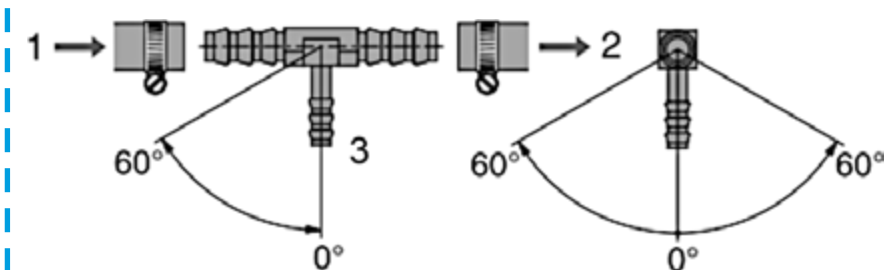

Fig. 36
- ☐ Coupez/divisez le tuyau de carburant du véhicule et installez le raccord en T avec ses ouvertures les plus larges entre les deux extrémités Fig. 36 (1) (2) du tuyau.
- ☐ Raccordez ensuite le tuyau de carburant du chauffage à l'aide d'un manchon en caoutchouc à l'extrémité fine Fig. 36 (3) du raccord en T.